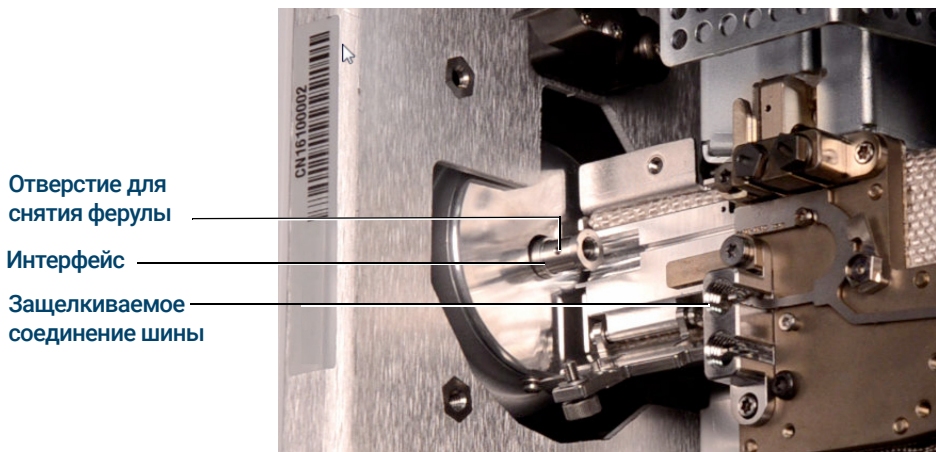
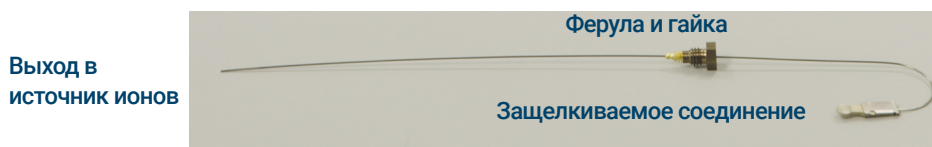

Рис. 16. Открытый узел нагревателя хвостовика МС с извлеченным хвостовиком GX-МС 9000
Рис. 17. Хвостовик GX-МС 9000 извлечен из интерфейса GX-МСД
- 12 Отсоедините хвостовик GX-МС 9000 от интерфейса и шины. (См. **Рис. 16** и **Рис. 17**.)